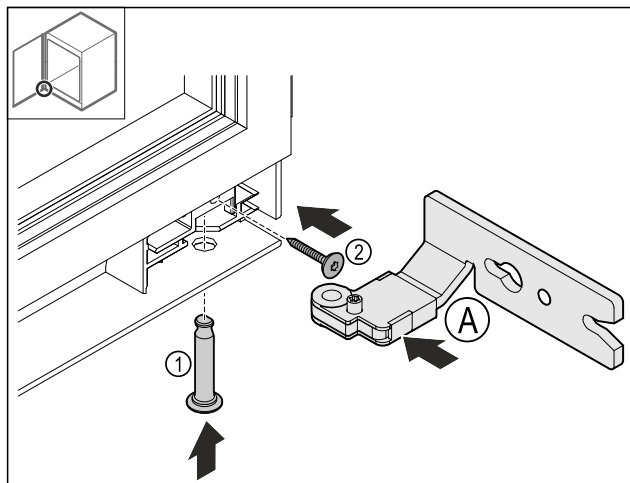

Fig. 29
- Installer la charnière inférieure Fig. 29 (A).
- Insérer et maintenir le boulon Fig. 29 (1).
- Visser la vis Fig. 29 (2).